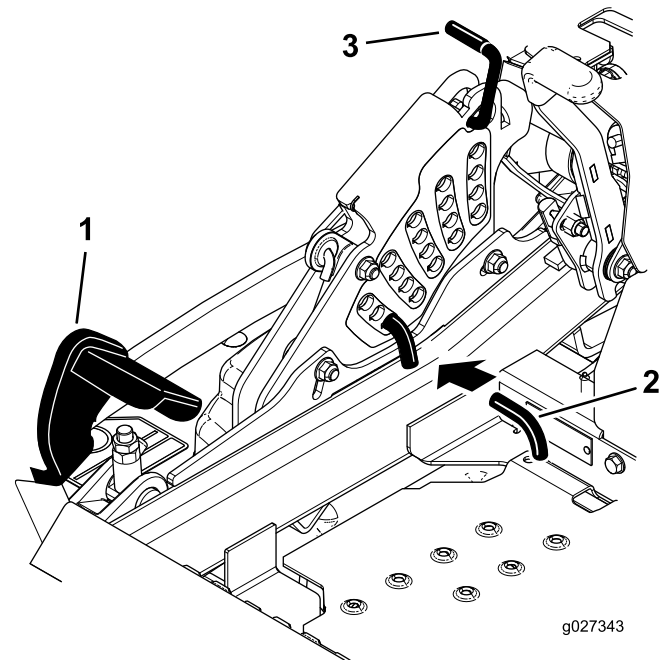

Figure 112
5. Enfoncez complètement la pédale de levage du plateau de coupe pour verrouiller le plateau à la position de transport de 14 cm (Figure 112).